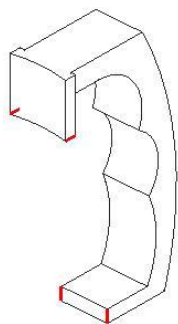
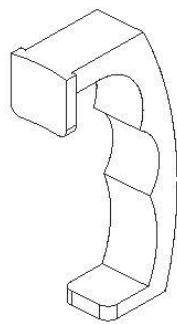

图5-33
图5-34
8. 使用【边倒圆】功能创建圆角特征。选择图 5-33 所示的实体边缘，然后设置圆角半径为“3”，结果如图 5-34 所示。